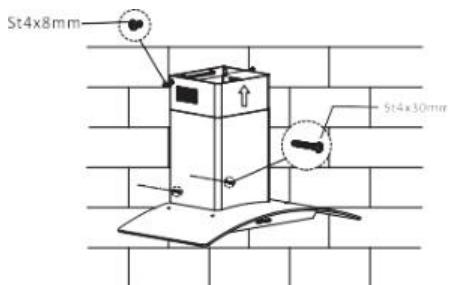

Fig. 5
3.5 Coloque las dos chimeneas juntas en el cuerpo de la campana extractora, mientras tanto ajuste la altura de la chimenea interior a la altura adecuada y fije el cuerpo con un tornillo de seguridad. Ver imagen 5.